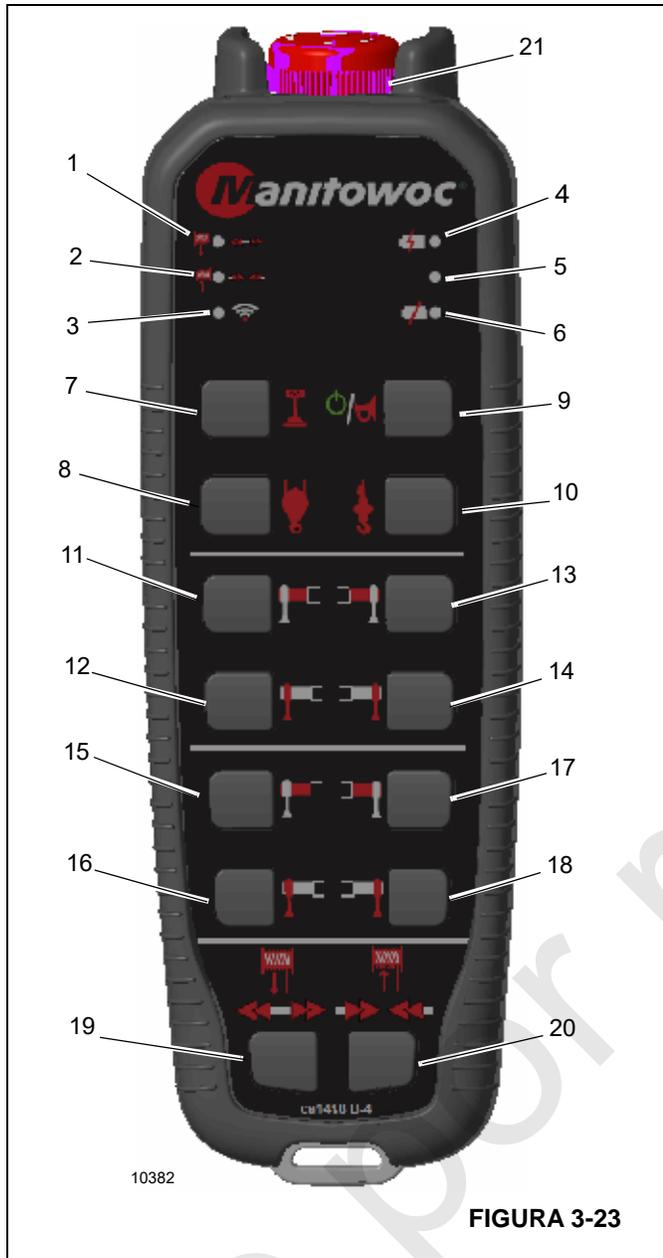

FIGURA 3-23
<p>10382-4</p>	<p>Retraer/malacate arriba, esta luz LED se ilumina cuando se selecciona el botón de preselección de retracción (20, Figura 3-23). Estados:</p> <ul style="list-style-type: none"> <li>Sólido: el botón de preselección de retracción (20, Figura 3-23) seleccionado y el modo de retracción está activo.</li> <li>Destello: se presionó el botón de malacate, estabilizador o SFO antes de presionar el botón de preselección. Preseleccione el botón de extensión/malacate abajo para eliminar esta advertencia. Si el control remoto no se ha iniciado, presione el botón de alimentación/bocina.</li> </ul>
<p>10382-5</p>	<p>Extensión/malacate abajo: esta luz LED se ilumina cuando se selecciona el botón de preselección de extensión (19, Figura 3-23). Estados:</p> <ul style="list-style-type: none"> <li>Sólido: el botón de preselección de extensión (19, Figura 3-23) seleccionado y el modo de extensión está activo.</li> <li>Destello: se presionó el botón de malacate, estabilizador o SFO antes de presionar el botón de preselección. Presione el botón de extensión/malacate abajo para eliminar esta advertencia.</li> </ul>
Los botones preseleccionables (19 y 20, Figura 3-23) determinan la dirección de desplazamiento (retracción o extensión) de las operaciones subsiguientes del malacate, estabilizadores o SFO. El botón de modo de preselección debe seleccionarse antes de operar los estabilizadores, malacates o SFO. Para salir de la dirección de desplazamiento seleccionada, presione el botón por segunda vez. El botón de modo de preselección se apaga después de cinco segundos si no se activa ninguna función.
1. Presione el botón arranque/bocina (9, Figura 3-23).
2. Presione el botón de arranque/bocina (9) nuevamente. Sonará la bocina.
2. Presione cualquier botón excepto el botón de arranque/bocina (9).